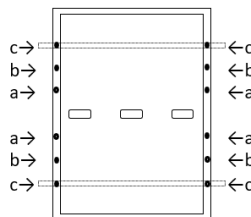

Bild A3: Positionen Montagelöcher
**Tabelle A3-1 Testlast Schraubmontage (Bild A3)**
**Tabelle A3 Designlast Schraubmontage (Bild A3)**